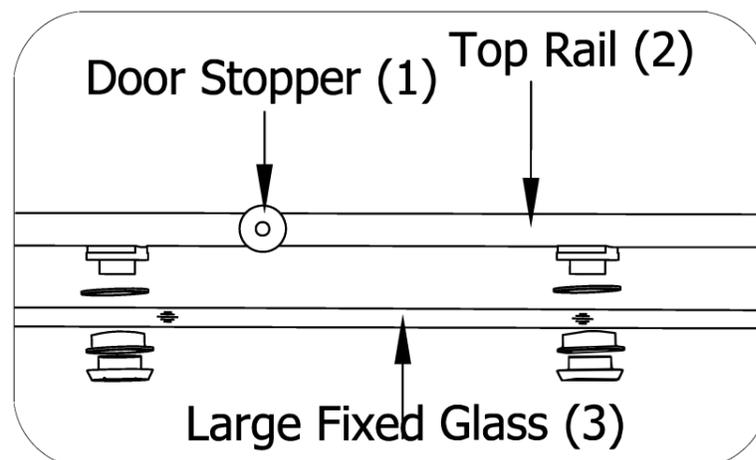

Fig. 5
5. Positionnez la traverse supérieure (2) et le grand verre fixe (3) comme indiqué à la Fig.5 et raccordez le grand verre fixe (3) à la traverse supérieure (2) en suivant la séquence d'assemblage indiquée à la Fig.5. Notez sur la Fig.5 qu'un butoir de porte (1) doit être positionné entre les trous de montage de la traverse supérieure (2) avant de connecter la traverse supérieure au grand verre fixe. avant de relier la traverse supérieure au grand verre fixe.